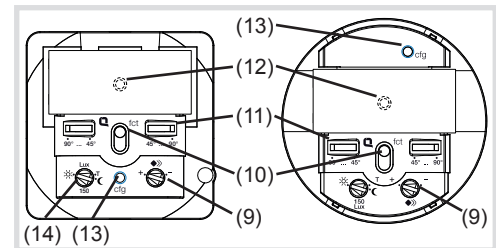
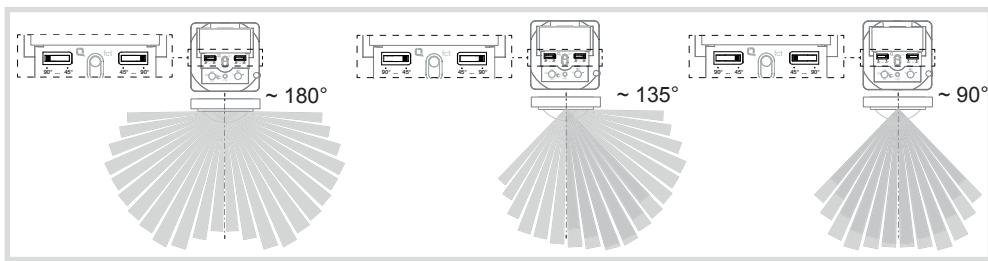

Bild 5: Bedien- und Einstellelemente des Aufsatz-Unterteils
Bild 8: Einstellung des Erfassungswinkels
Der Erfassungswinkel kann für die rechte und für die linke Seite je Einsteller (Bild 5, 10) zwischen 45° ... 90° eingeschränkt werden. Somit kann der Erfassungswinkel zwischen 90° und 180° liegen (Bild 8).
- Testbetrieb einstellen. Hierzu Potenziometer Ansprechhelligkeit (Bild 5, 13) auf Position T stellen.
- Potenziometer Ansprechhelligkeit (Bild 5, 14) in die gewünschte Position drehen.
- Potenziometer Empfindlichkeit (Bild 5, 9) in die gewünschte Position drehen.